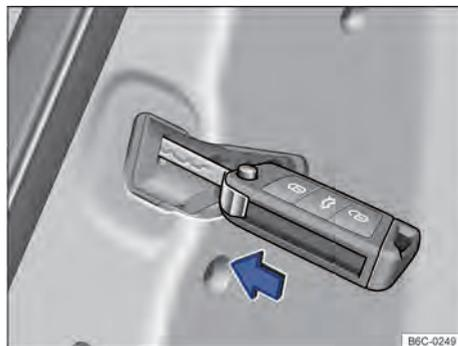

Fig. 59 Nas portas, dianteira direita e traseiras: travamento de emergência do veículo com a haste metálica da chave.
- Inserir a haste metálica da chave na fenda → Fig. 59 e pressionar.